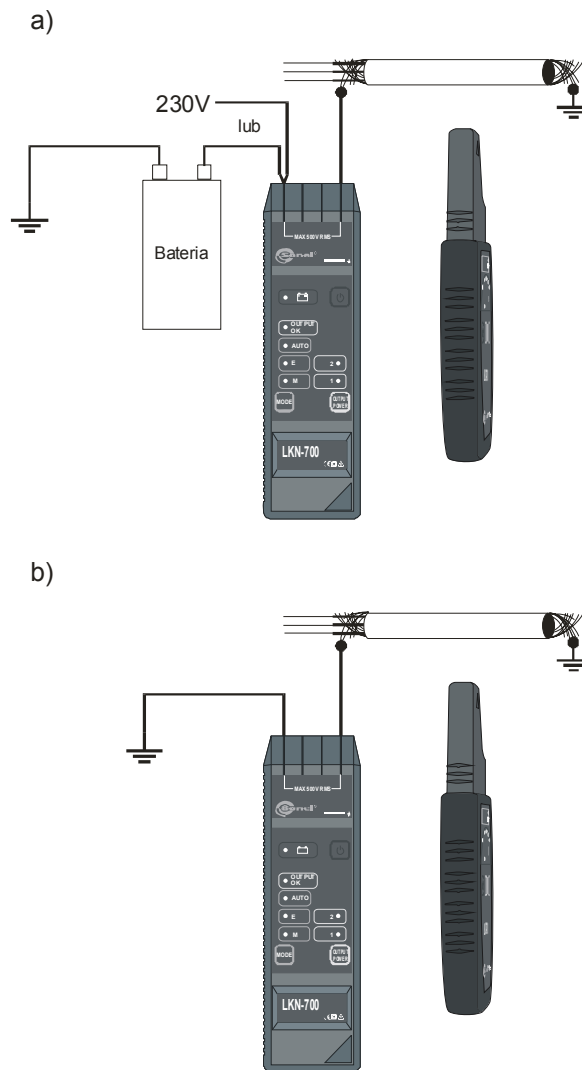

Рис.25 Отслеживание трассы экранированного кабеля:
- Соединить одно из гнезд **1**, **2** передатчика к экрану кабеля, а второе – к заземлению или заземленному источнику питания постоянного или переменного тока (Рис.25);